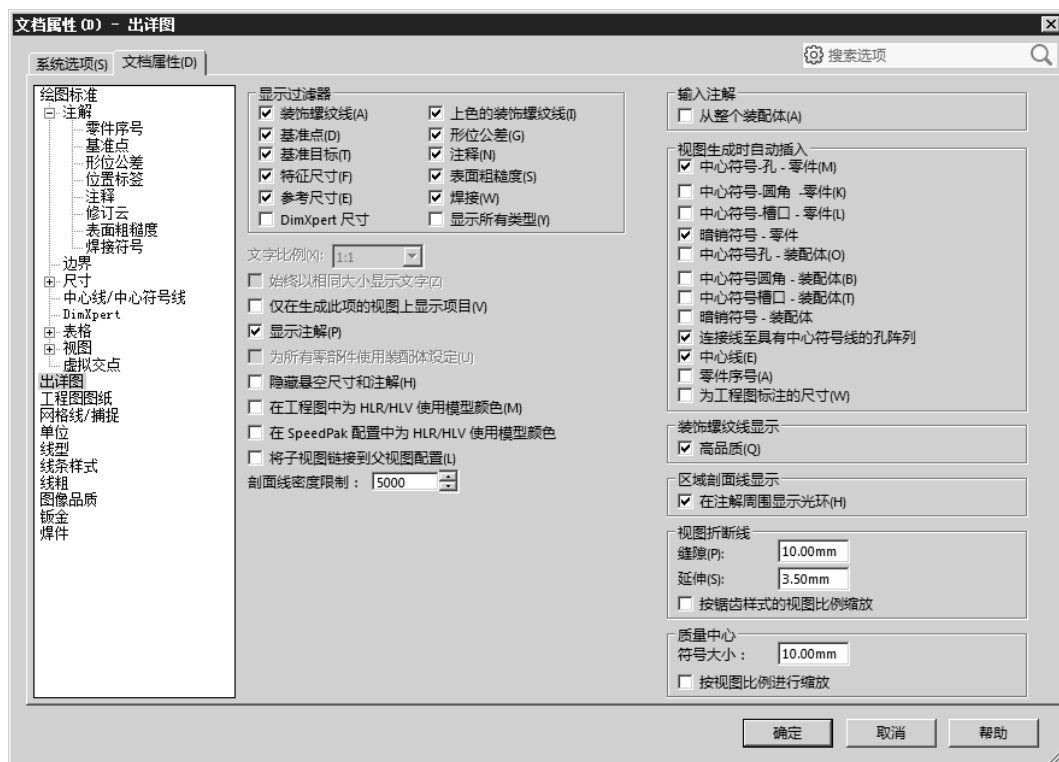

图 3.3.13 “文档属性 (D) - 出详图”对话框
Step4. 在对话框左侧的选项区中选取 **出详图** 选项, 在对话框中添加图 3.3.13 所示的设置。